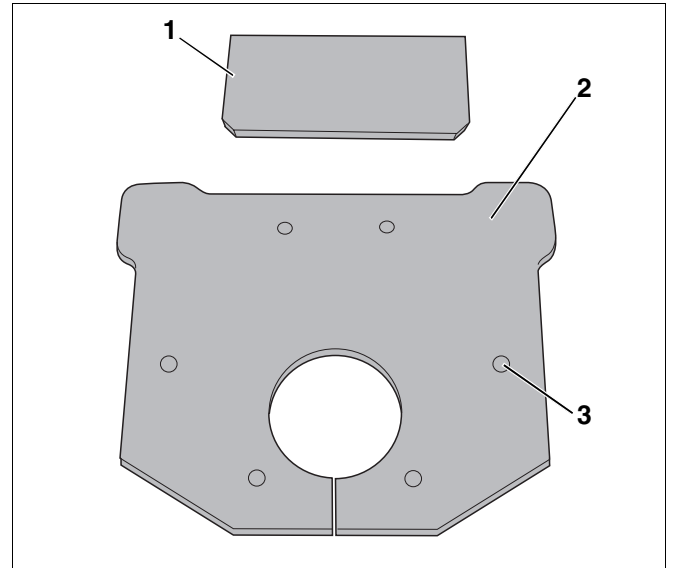
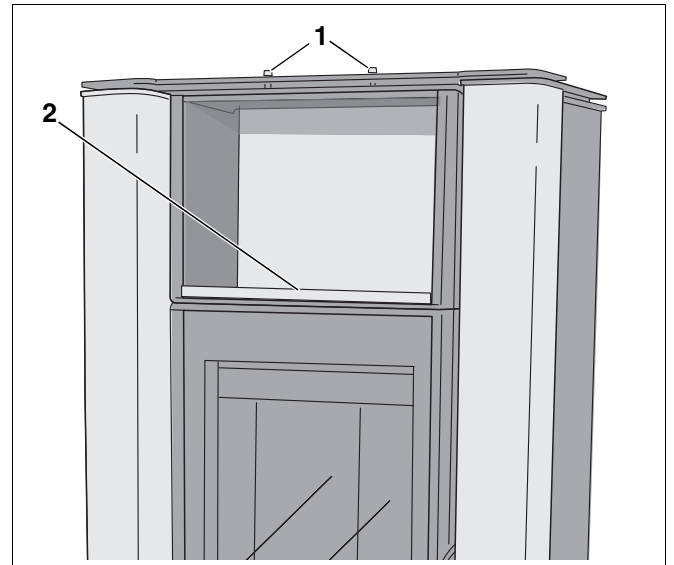

Abb. 20 Serpentinosteine (blueline 4)
Abb. 21 Abdeckplatte und Warmhaltefachstein (blueline 4)
- Serpentino-Abdeckplatte (Abb. 20, **Pos. 2**) mit den Sacklöchern (Abb. 20, **Pos. 3**) auf die Schrauben der Oberseite Kaminofen legen (Abb. 21, **Pos. 1**).
- Serpentino-Warmhaltefachstein (Abb. 20, **Pos. 1**) mit der glatten Seite nach oben in das Warmhaltefach einlegen (Abb. 21, **Pos. 2**).